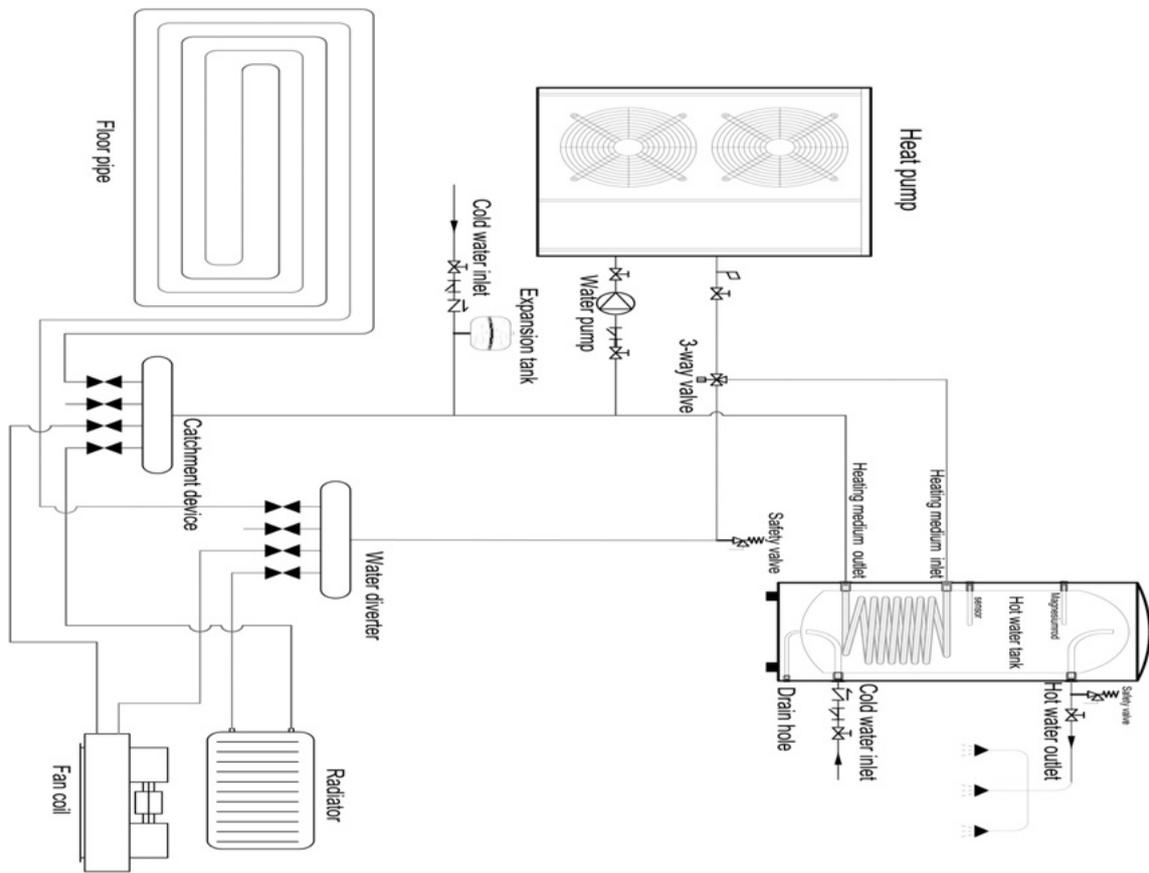

Abb. 2
- 1) Das Systeminstallationsdiagramm ist in Abbildung 2 dargestellt.